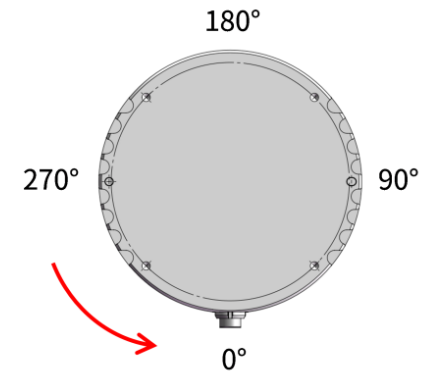
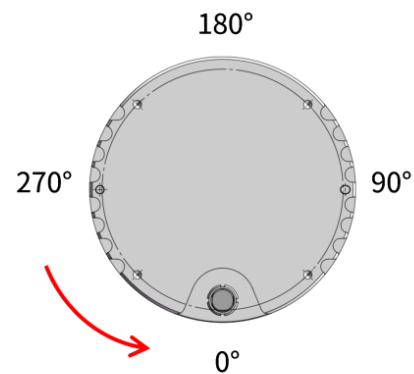

图 3. 雷达角度位置（仰视图）
图 5. 雷达角度位置（仰视图）
- 雷达转动的水平角度位置见 图 3和 图 5，Y 轴方向定义为 0°。